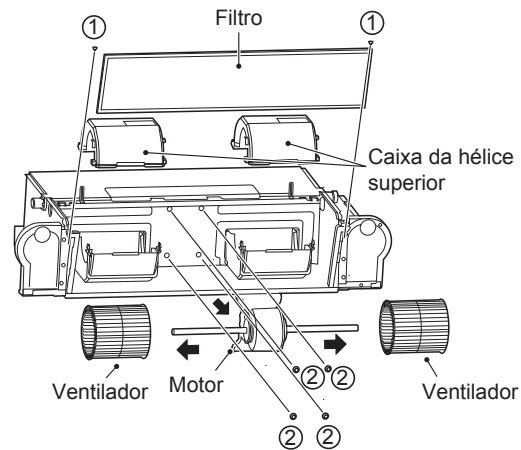

Figura 4-5 Remoção do filtro, do helicoidal superior e dos parafusos
- Como mostrado na Figura 4-5, remova os parafusos ① \*2 para retirar o filtro.